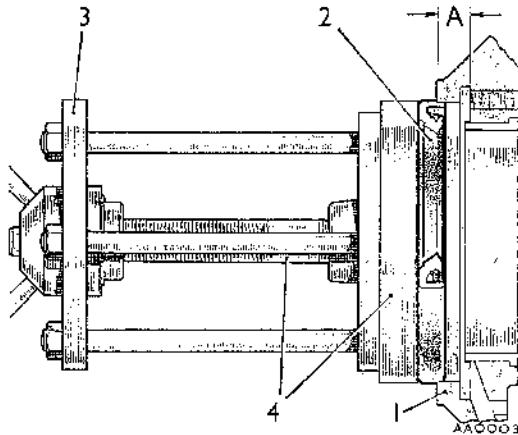

Fig. Aa.21
- (5) Medir la profundidad desde algún punto conveniente de la periferia del interior de la cara delantera del cárter a la cara rebajada (véase la Fig. Aa.21). Esta medida será equivalente a unos 9,5 mm., pero si fuera mayor o menor que esta medida, se debe tomar en cuenta y añadir o restar la diferencia de los 9,5 mm.